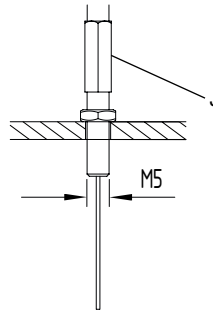

Abbildung 9
- Mitgelieferte M5-Stellschraube J zur Befestigung am Ende des Schlauches (siehe Abbildung 9).